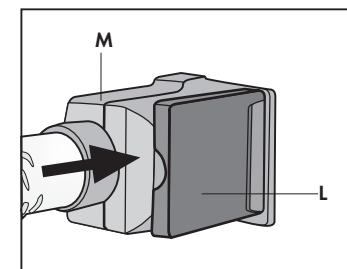

Fig. 9
- Cerrar la tapa (L) contra el flanco del empalme rápido (M) del flexible. (Fig. 9)